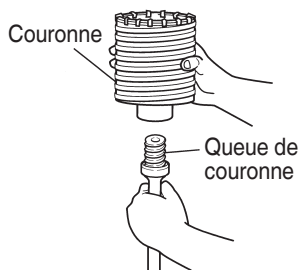

Fig. 16
- (1) Monter la couronne sur la queue de couronne. (Fig. 16)